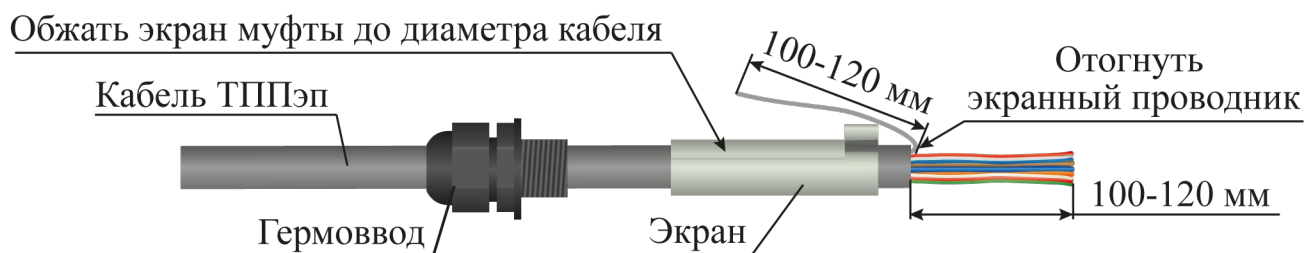

Рисунок 4.9
– надеть на оболочку кабеля ТППЭп в следующей последовательности: гермоввод, экран устройства оконечного (рисунок 4.9);
- обжать экран устройства оконечного до диаметра кабеля ТППЭп с помощью плоскогубцев (рисунок 4.9);
- снять оболочку со свободного конца кабеля ТППЭп (с кабеля ТППБЭп снять белую и черную оболочки) длиной 100 - 120 мм (рисунок 4.9);
- экранный проводник отвести в сторону (рисунок 4.9);